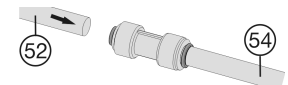

Fig. 24*
► Conectar los tubos flexibles de prolongación Fig. 24 (54) suministrados con los tubos flexibles del aparato Fig. 24 (52): introduzca los tubos flexibles del aparato en los empalmes hasta el tope (aprox. 21/32 " (17 mm)) (consulte 12).*